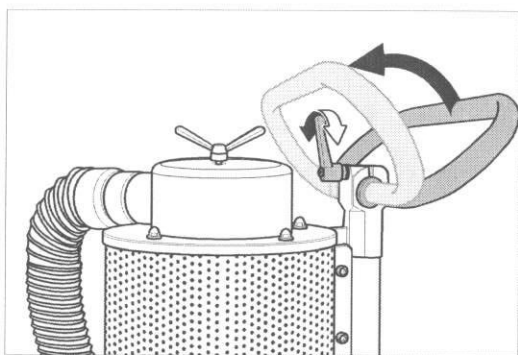

Fig. 33 Pour basculer la machine, débloquez tout d'abord le levier de serrage et rabattez l'étrier de maintien vers l'avant.
- 3 Desserrez le levier de blocage de l'étrier de maintien, rabattez l'étrier de maintien vers l'avant et resserrez le levier de blocage (fig. 33).